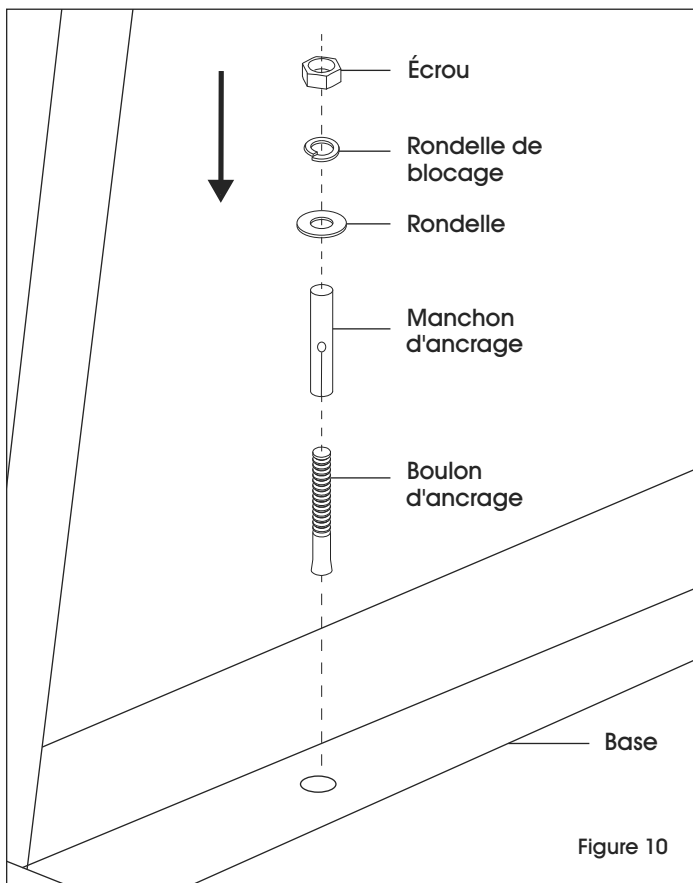

Figure 10
4. Insérez entièrement le boulon d'ancrage et le manchon d'ancrage dans le trou, en passant à travers la base du support à barres vertical. Enfoncez légèrement le boulon d'ancrage avec un marteau si nécessaire. (Voir Figure 10)
5. Glissez une rondelle par-dessus le boulon d'ancrage et le manchon d'ancrage. Serrez l'écrou avec la clé de 9/16 po pour sécuriser le boulon d'ancrage. (Voir Figure 10)